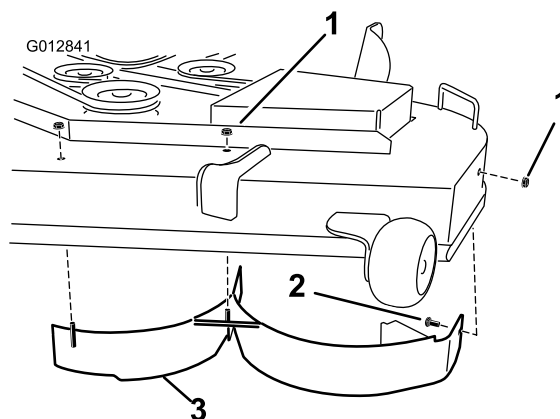

Figure 32
6. Retirez les deux contre-écrous (5/16 po) fixés aux montants soudés du déflecteur gauche sur le dessus du plateau de coupe, au centre et à gauche du centre (Figure 32). Sur la paroi latérale du plateau de coupe, retirez le boulon de carrosserie et le contre-écrou qui fixent le déflecteur gauche au plateau.
7. Déposez le déflecteur gauche du plateau de coupe, comme illustré à la Figure 32.